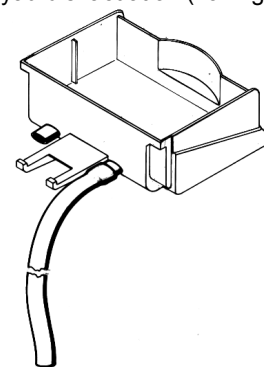

figure 1
**8** Le tiroir égouttoir est équipé de deux raccords de drainage avec diaphragme. Si l'on désire que le vidage du tiroir s'effectue en continu, il faut percer le diaphragme (par exemple avec un tournevis) de l'un des deux raccords de drainage et le brancher à un tuyau d'évacuation (voir figure 1).